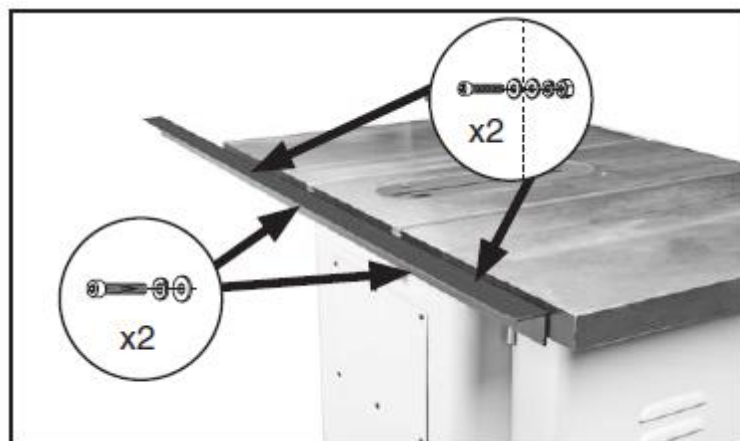

Рис. 17. Установленная задняя направляющая
12. Прикрепить заднюю направляющую с помощью отверстий на основном столе и двух винтов с шестигранным шлицем М10-1,5 x 25 с пружинными шайбами 10 мм и плоскими шайбами 10 мм, рис. 17. Проверить параллельность задней направляющей стола и под пазами поворотной головки перед окончательной затяжкой винтов.